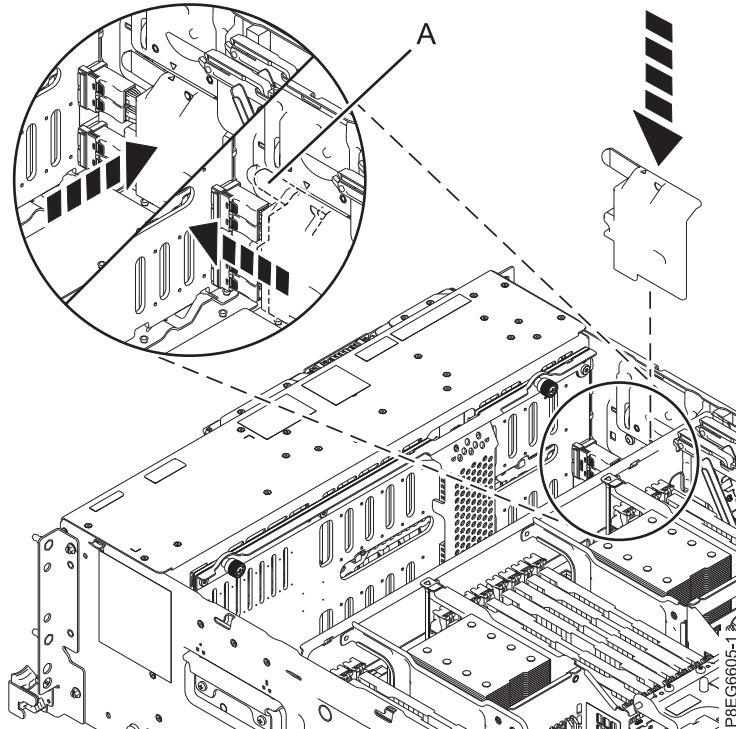

Figura 10. Sustitución de la cubierta del cable SAS
8. Vuelva a colocar la cubierta del cable SAS. Coloque las ranuras de la cubierta sobre las patillas de la zona lateral del chasis. El símbolo de triángulo en la cubierta del cable SAS se alinea con el símbolo de triángulo en la parte lateral del chasis cuando las ranuras de la cubierta y las patillas se alinean correctamente. Empuje la cubierta hacia la parte frontal del sistema hasta que el asa (A) encaje en su sitio. Consulte la Figura 10 en la página 13.